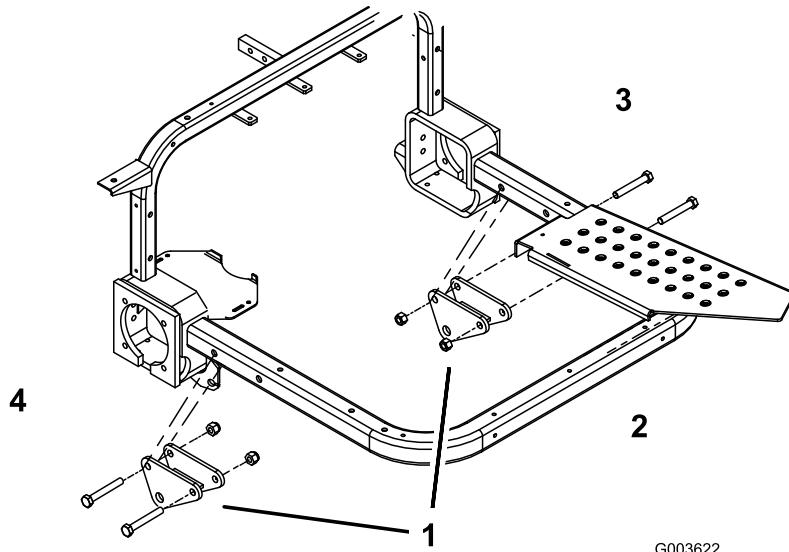

Bild 22
2. Befestigen Sie eine Befestigungshalterung mit zwei Schrauben ($\frac{1}{2}$ " x $3\frac{1}{2}$ ") und Sicherungsmuttern ($\frac{1}{2}$ ") lose an den Rohren der rechten und linken Fußplattform. Positionieren Sie die Befestigungshalterung und die Schrauben, wie in Bild 22 abgebildet.